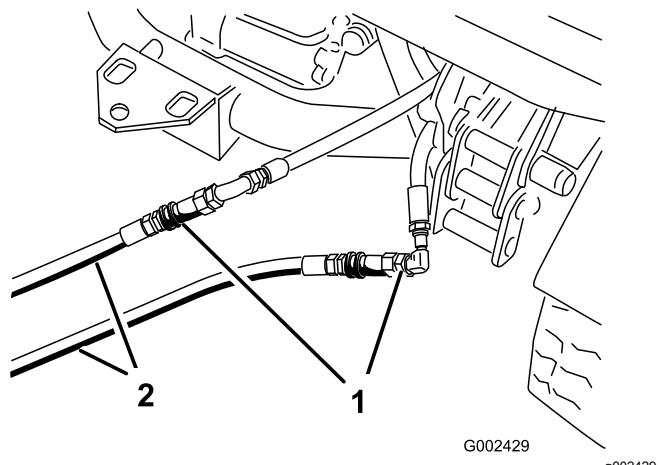

Рисунок 74
3. На неисправном автомобиле подсоедините два шланга-перемычки к шлангам, которые были отсоединенны (Рисунок 74).